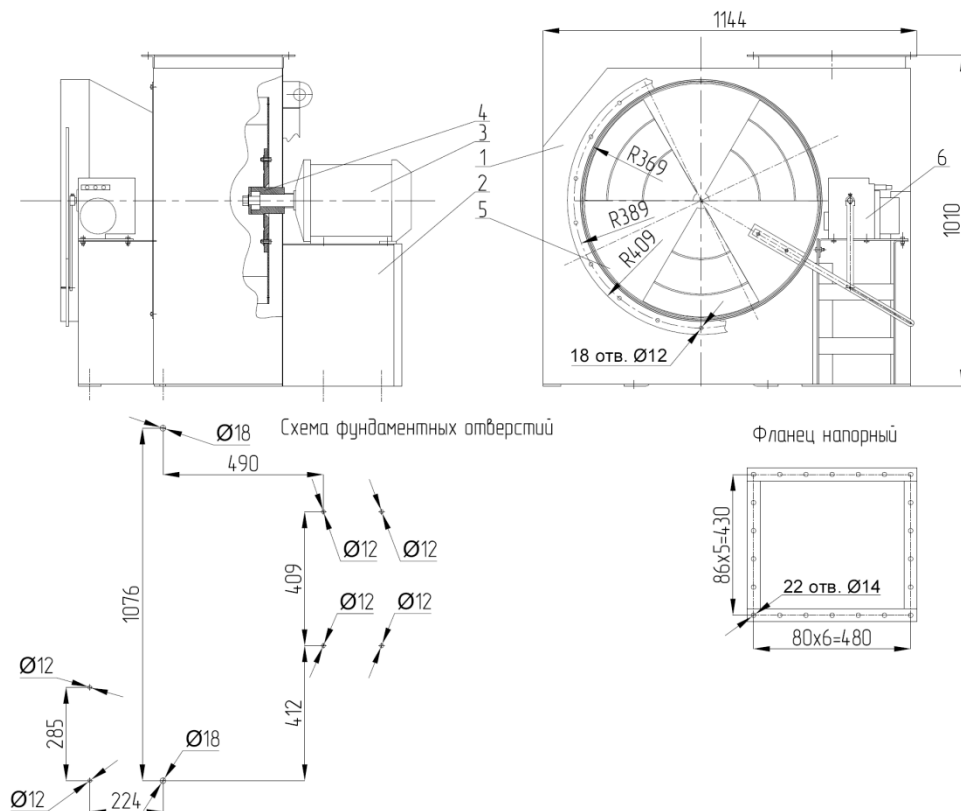

Рис. 4 – Дымосос ДН-6,3 (1-корпус, 2-рама, 3-электродвигатель, 4-рабочее колесо, 5-аппарат шиберный, 6- привод шибера.
3.1 Дымосос состоит из шести основных частей (рис. 4): корпуса, рамы, электродвигателя, рабочего колеса, шиберного аппарата, привода шибера (по заказу).